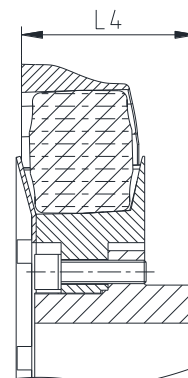

Bild 20
- Nun beide Aggregate zügig ineinander einstecken, bis das Einbaumaß L4 (siehe Bild 20) erreicht ist.